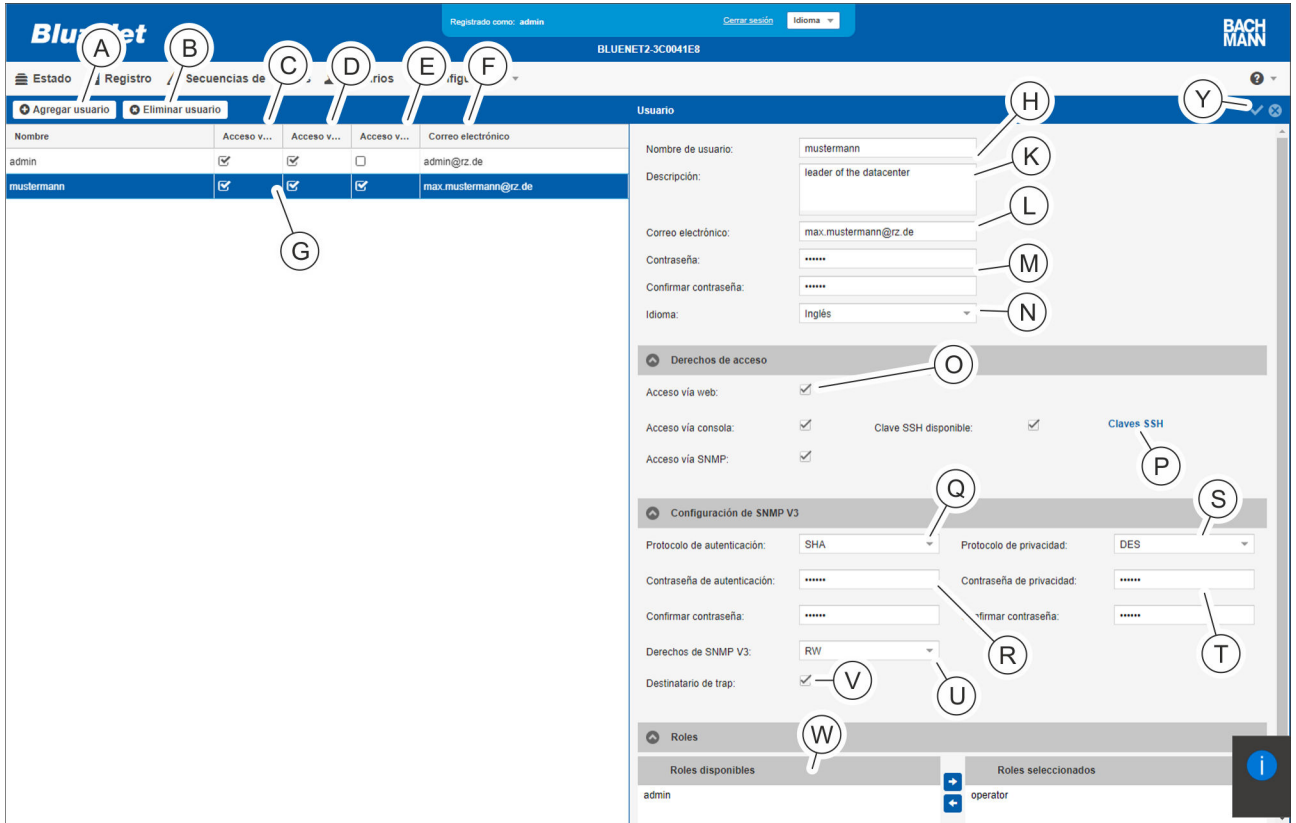
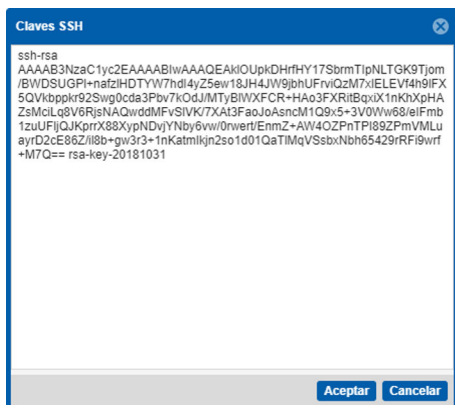

Fig. 134: Menú "Usuarios"
Fig. 135: Agregar una clave SSH
2. ➤ Con el botón "Agregar usuario" (Fig. 134/Ⓐ), cree un nuevo usuario.
Para modificar un usuario existente, seleccione el usuario correspondiente en la lista (Fig. 134/Ⓒ).
3. ➔ Introduzca el nombre del usuario (Fig. 134/Ⓔ).
4. ➔ En caso necesario, introduzca una descripción del usuario (Fig. 134/Ⓕ).
5. ➔ Introduzca una dirección de correo electrónico (Fig. 134/Ⓖ).
6. ➔ Introduzca la contraseña para acceder a la PDU y confírmela (Fig. 134/Ⓜ).
7. ➔ Seleccione el idioma (Fig. 134/Ⓝ).
8. ➔ Con las casillas de verificación correspondientes, conceda derechos de acceso para "Acceso vía web", "Acceso vía consola" o "Acceso vía SNMP" (Fig. 134/Ⓒ).
- Con el botón "Claves SSH" pueden guardarse claves SSH para iniciar sesiones por SSH con contraseña (Fig. 134/Ⓢ). Copie una o varias claves SSH en la ventana "Claves SSH" (Fig. 135) y confírmelas con el botón "Aceptar".
- En el campo "Configuración de SNMP V3", seleccione un protocolo de autenticación en caso necesario (Fig. 134/Ⓢ).
- Introduzca la contraseña de autenticación y confírmela (Fig. 134/Ⓢ).
- En caso necesario, seleccione un protocolo de privacidad (Fig. 134/Ⓢ).
- Introduzca una contraseña de privacidad y confírmela (Fig. 134/Ⓢ).
- Asigne derechos de SNMP V3 (Fig. 134/Ⓢ).
- Marque la casilla de verificación "Destinatario de trap" si desea que el usuario esté disponible como destinatario de trap (Fig. 134/Ⓢ).
- 16.** En el campo "Roles disponibles", seleccione un rol de usuario y arrástrelo hasta el campo "Roles seleccionados" con el botón "→" (Fig. 134/Ⓜ).
- 17.** Guarde la configuración con el botón "Guardar" (Fig. 134/ⓧ).
Para eliminar un usuario existente, seleccione el usuario que desee (Fig. 134/Ⓢ) y haga clic en el botón "Eliminar usuario" (Fig. 134/Ⓢ). A continuación, aparece un cuadro de diálogo con una pregunta que debe confirmarse.